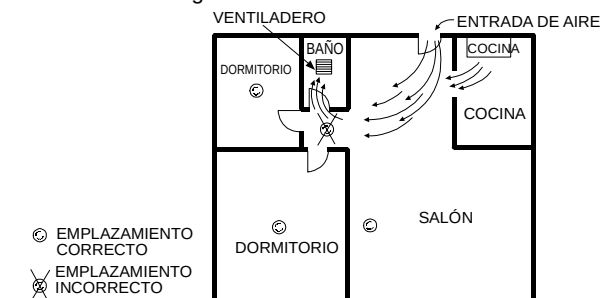

Figura 10. Lugares Recomendados para Instalar Detectores, Evitando Corrientes de Aire Portadoras de Partículas de Humo
- No fije los detectores de humo donde haya paso de corrientes de aire fresco. Dicha corriente de aire, de entrada o de salida, arrastraría el humo lejos del detector, reduciendo así su eficacia. La Figura 10 muestra los lugares correctos e incorrectos que responden a este problema.